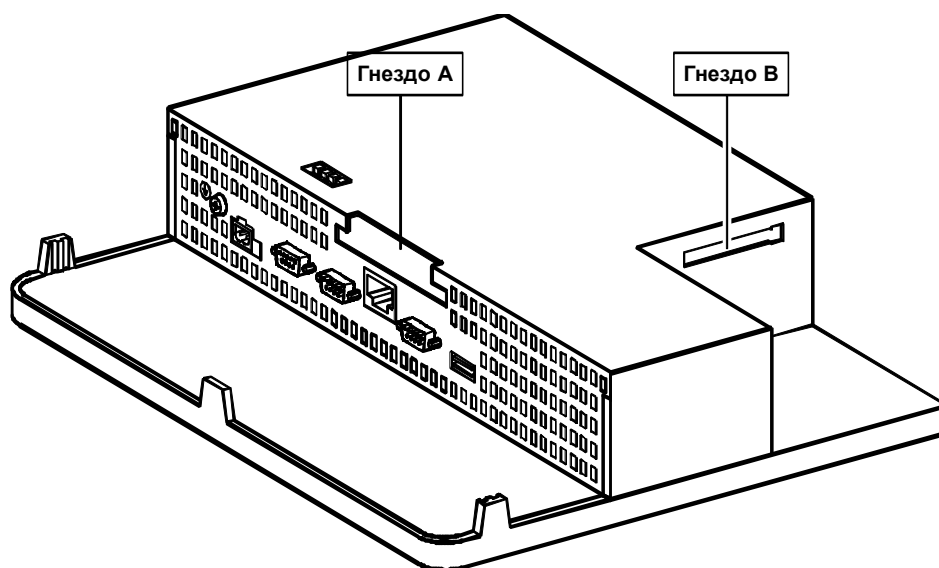

Рис. 11–1. Расположение гнезд (на примере МР 270В Key)
Сменные платы PC и компактной флэш-памяти (CF) могут вставляться в гнезда А и В (рис. 11–1), расположенные на задней стороне МР 270В. Эти платы не входят в объем поставки.